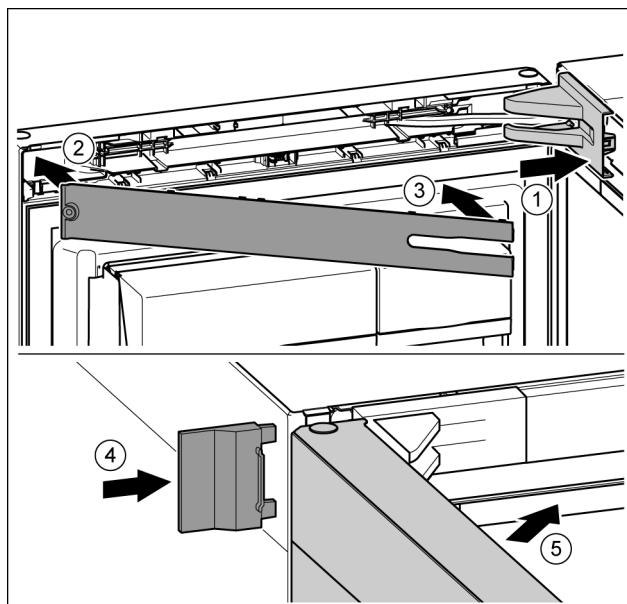

Fig. 43
- ▶ 放上并插入托架盖，如有必要小心地按压分开。Fig. 43 (1)
- ▶ 盖上隔板。Fig. 43 (2)
- ▶ 转入隔板并卡入到位。Fig. 43 (3)
- ▶ 插入外盖。Fig. 43 (4)
- ▶ 关闭冰箱上方门。Fig. 43 (5)